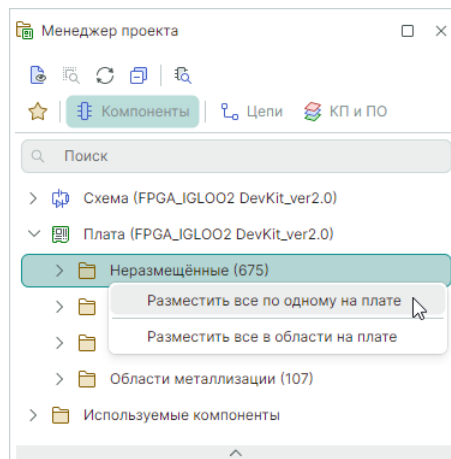

Рис. 124 Начало одиночного размещения
2. Вызовите контекстное меню и выберите пункт «Разместить все по одному на плате», см. Рис. 124.